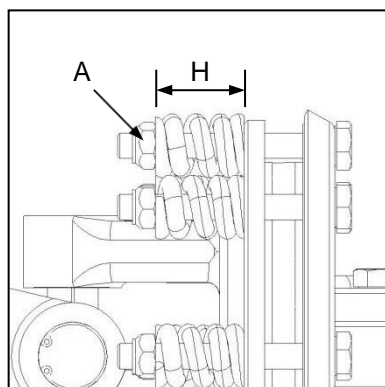

Fig. 4
- ✔ Release the pre-load on the friction clutch plates by loosening the nuts (Fig. 4-A) until the compression spring is just free to rotate by hand. Do not remove the nuts completely.
Following any maintenance or repair of the PTO friction clutch assembly the pre-load on the friction clutch plates must be adjusted to factory specifications. This is accomplished by adjusting the nuts (Fig. 4-A) to set the compressed spring length (Fig. 4-H).
- ✔ Ontspan die voorlas op die wrywingkoppelaarplate deur die moere los te draai (Fig. 4-A) totdat die drukveer net vry genoeg is om met die hand te draai. Moet die moere nie heeltemal verwyder nie.
Na instandhouding of herstel van die kragtakkeraswrywingkoppelaarmontering moet die voorlas op die koppelaarplate volgens fabriekspesifikasies verstel word. Dit word gedoen deur verstelling van die moere (Fig. 4-A) om die saamgeperste veer se lengte te stel (Fig. 4-H).